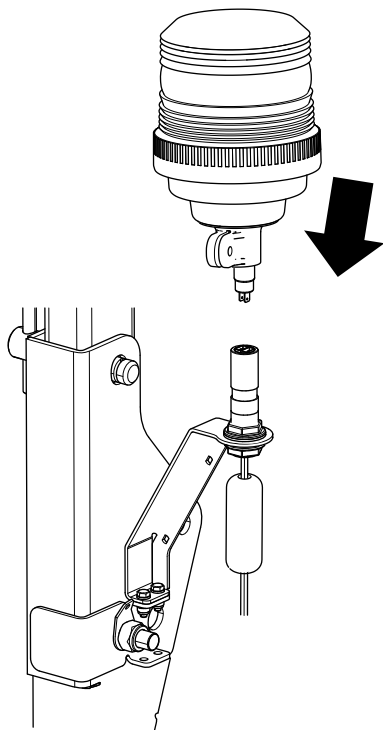

Figura 13
5. Monte la baliza en la parte superior de la base de la baliza (Figura 13).